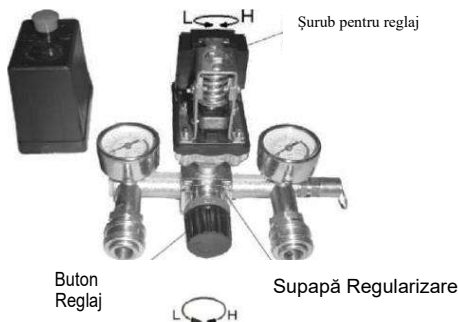

Fig.3
- 1) Compresorul este controlat de comutatorul pentru presiune în timpul funcționării normale. Se oprește automat dacă presiunea atinge maximul și repornește dacă presiunea scade la minim. Presiunea nominală a fost reglată la fabricație, a nu se modifica. După oprirea motorului, aerul comprimat din conducta de evacuare trebuie eliberat prin supapa de descărcare de sub comutator. Aceasta este o condiție necesară pentru repornire, altfel motorul se va defecta. Presiunea nominală poate fi reglată rotind șurubul de reglaj al comutatorului (Fig.3).
- 2) Presiunea de ieșire a aerului comprimat poate fi reglată cu supapa de regularizare. Trageți butonul supapei de regularizare și rotiți-l în sens orar sau antiorar pentru a crește sau reduce presiunea (Fig.3).